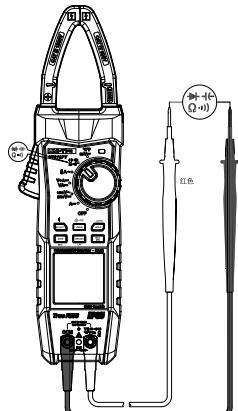

图10
5. 电阻测量（图10）
6. 二极管测量（图10）
7. 电容测量（图10）